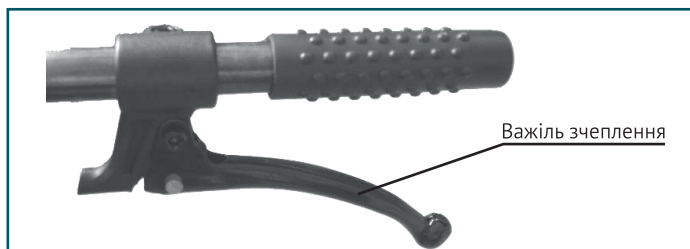

Рис.9
- Для запуску обертання фрез, натисніть і утримуйте важіль зчеплення культиватора (Рис. 9)
- Встановіть важіль зчеплення в середню позицію (Див. Рис.9).